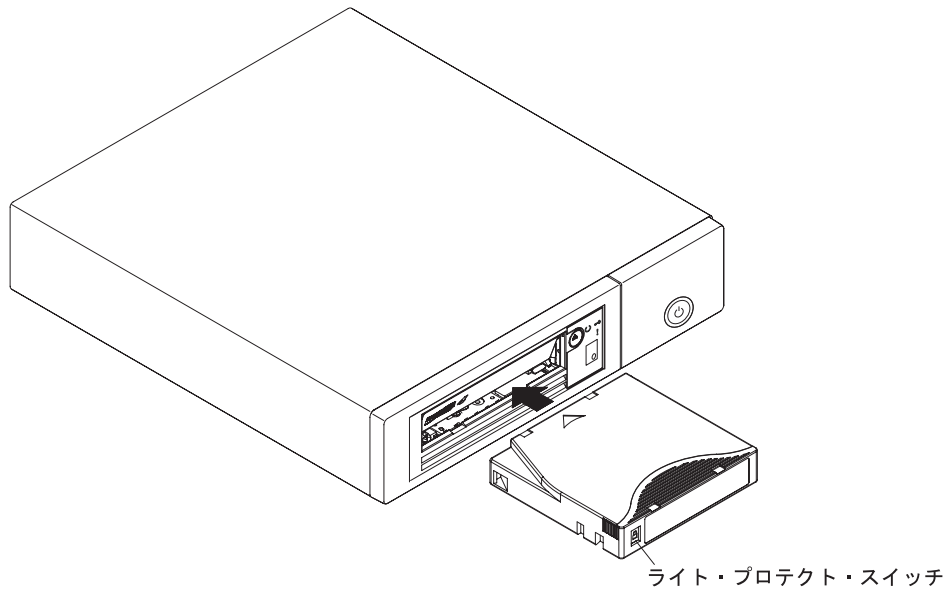

図8. カートリッジのドライブへの挿入
3. ライト・プロテクト・スイッチが手前を向くようにカートリッジを持ちます (27 ページの図 8を参照)。